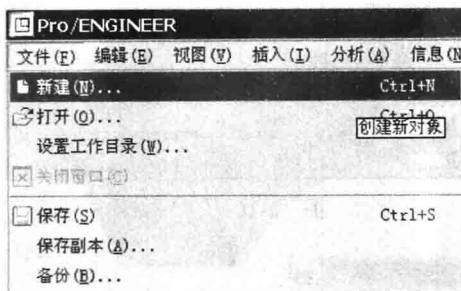
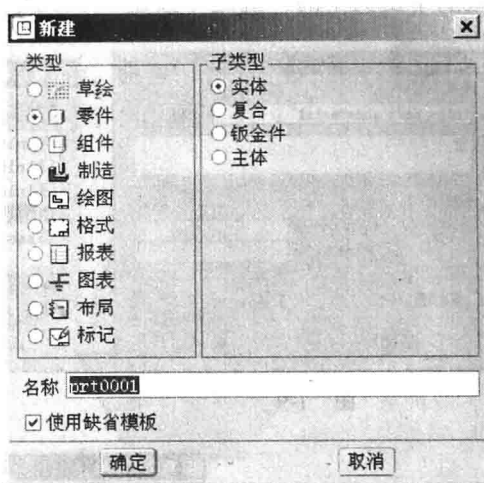

图 1-5
图 1-6
(2) 新建文件，其途径有下列 3 种方法，读者可任选一种：
- ◆ 在主窗口下单击菜单“文件 → 新建”命令（如图 1-5 所示），弹出如图 1-6 所示的“新建”对话框。
- ◆ 在主窗口下直接按 Ctrl+N 快捷键，弹出如图 1-6 所示的“新建”对话框。
- ◆ 直接单击“新建”快捷图标, 弹出如图 1-6 所示的“新建”对话框。